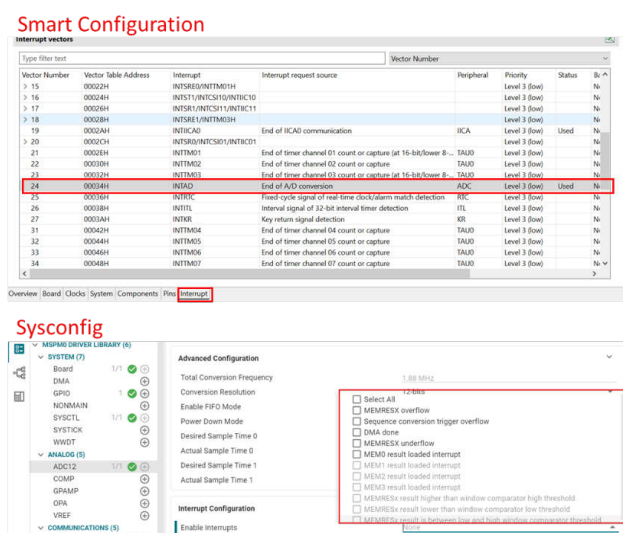

図 2-6. 割り込み設定の比較
- スマートコンフィグレーションの割り込みとピン設定は別のモジュールになっていますが、散乱しており、開発にはつながりません。テキサス・インスツルメンツの **SysConfig** は、特定のペリフェラル モジュールに直接構成できるため、開発を簡単かつ明確にすることができます。割り込み設定の比較を 図 2-6 に示します。**SysConfig** は、ADC モジュールのイベント構成など、複数のペリフェラルリンク構成を実現できます。